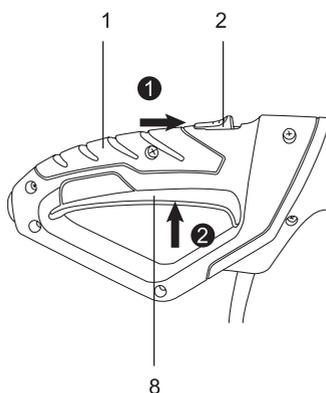

Fig. 24
1. Certifique-se de que a corrente (14) não entra em contacto com nada antes de ligar o produto.
2. Segure o equipamento com as duas mãos, utilizando a esquerda para segurar na superfície de apoio (9) e a direita para segurar no punho traseiro (1). Não ligue o produto segurando-o com apenas uma mão.
3. Empurre o botão de bloqueio (2) para a frente com o polegar direito e, em seguida, pressione totalmente o interruptor para ligar/desligar (8) com os dedos indicadores, mantendo-o nessa posição. (Fig. 24)